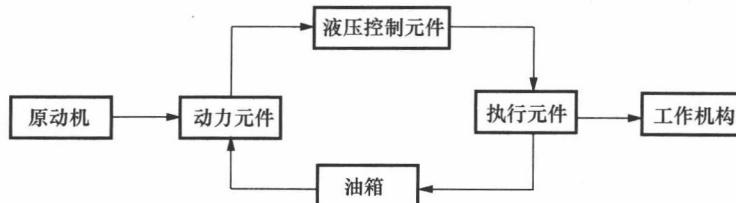

图 1-3 液压系统中各元件之间的关系图
(1) 动力元件。动力元件供给液压系统压力油，把原动机的机械能转化成液压能。常见的是液压泵。
(2) 执行元件。执行元件是把液压能转换为机械能的装置。其形式有做直线运动的液压缸，有做旋转运动的液压马达。
(3) 控制调节元件。控制调节元件完成对液压系统中工作液体的压力、流量和流动方向的控制和调节。这类元件主要包括各种液压阀，如溢流阀、节流阀以及换向阀等。
(4) 辅助元件。辅助元件是指油箱、蓄能器、油管、管接头、滤油器、压力表以及流量计等。这些元件分别起散热、储油、蓄能、输油、连接、过滤、测量压力和测量流量等作用，以保证系统能正常工作，是液压传动系统不可缺少的组成部分。
(5) 工作介质。工作介质在液压传动及控制中起传递运动、动力及信号的作用，包括液压油或其他合成液体，工作介质直接影响液压系统的工作性能。液压系统中各元件之间的关系如图 1-3 所示。